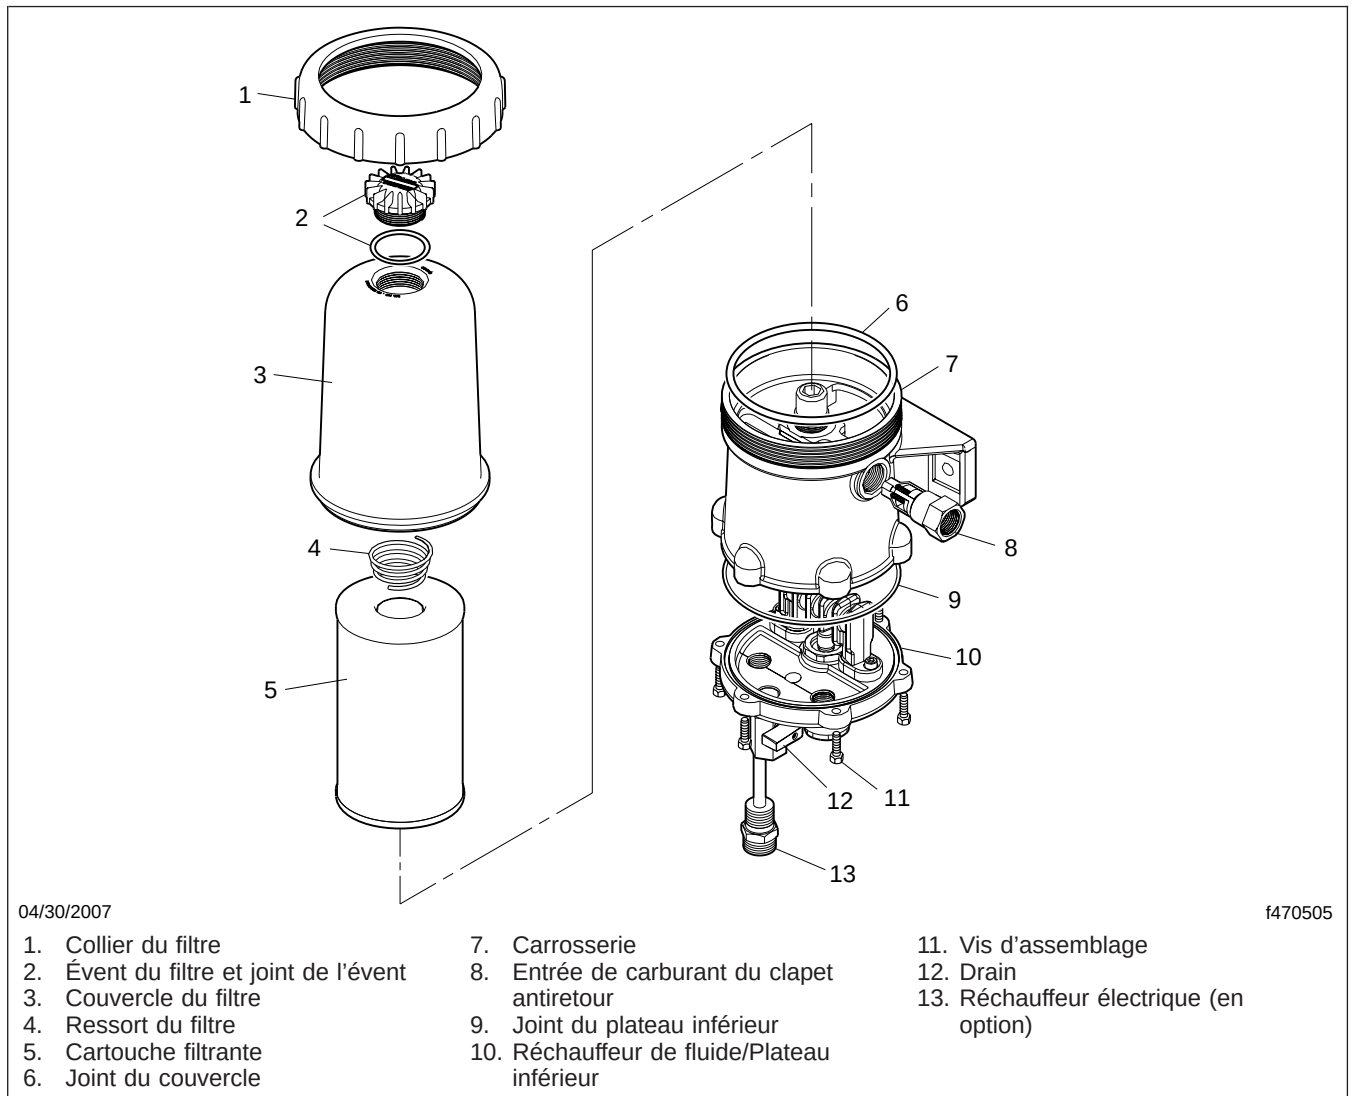

Fig. 2, Davco Fuel Pro 382
1. Vidangez le carburant sous le niveau du collier. Voir la **figure 2**.